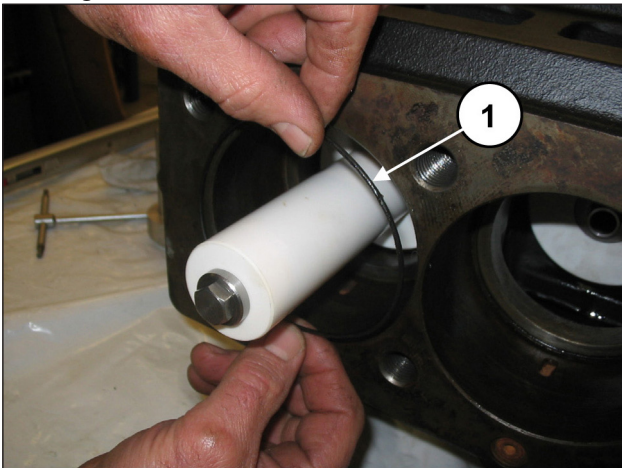
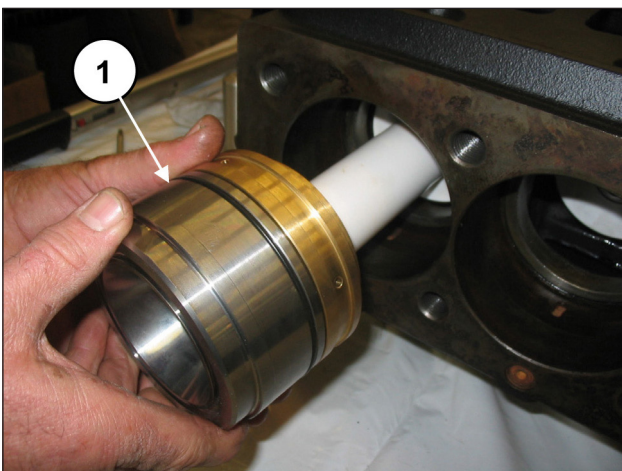

Abb. 139
Abb. 140
Montieren Sie den O-Ring in das Pumpengehäuse (Pos. ①, Abb. 139) und anschließend die vorab zusammengebaute Gruppe Buchse-Dichtungshalter (mitsamt O-Ring) bis auf Anschlag (Pos. ①, Abb. 140).